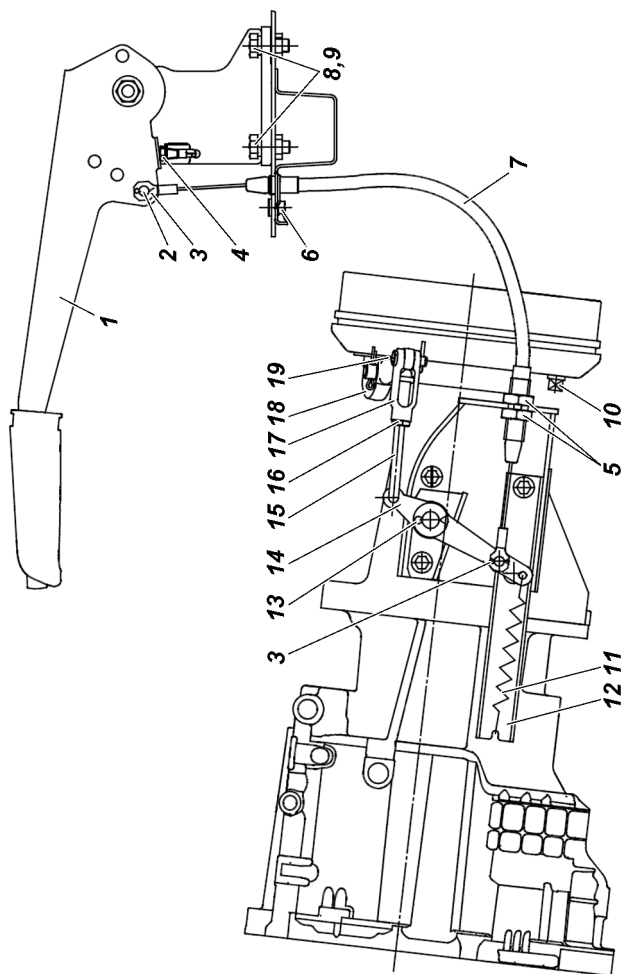

Рис. 9.32. Привод стояночного тормоза трансмиссионный.
Трансмиссионный стояночный тормоз, действующий на трансмиссию (рис. 9.32).
2. Переместите рычаг стояночного тормоза 1 (рис. 9.32) в крайнее нижнее положение.